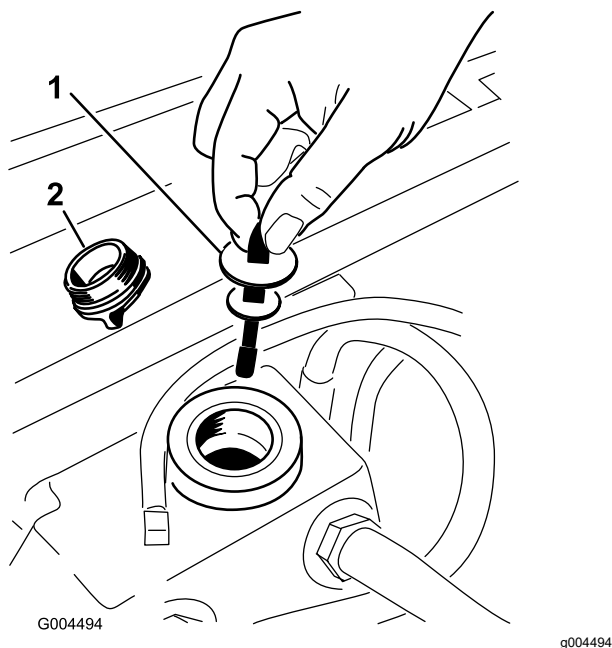

Figure 56
5. Enlevez le bouchon du goulot de remplissage du réservoir hydraulique (Figure 56).
6. Retirez la jauge et essuyez-la sur un chiffon propre (Figure 56).
7. Remettez la jauge dans le goulot de remplissage, ressortez-la et vérifiez le niveau de liquide (Figure 56).